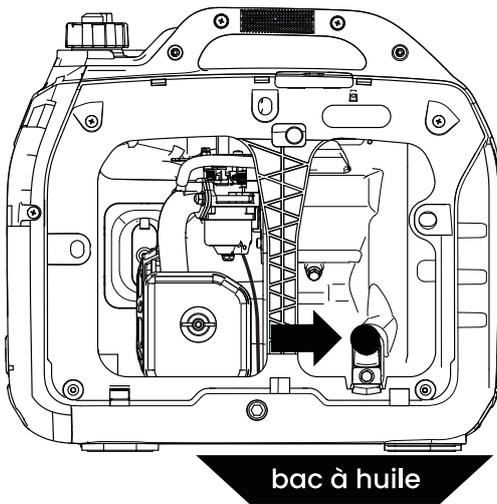

Figura 12: posizionare la coppa dell'olio sotto il tappo di riempimento/scarico dell'olio.
4. Posizionare la coppa dell'olio (o un contenitore adatto) sotto il tappo di riempimento/scarico dell'olio (vedere la Figura 12).